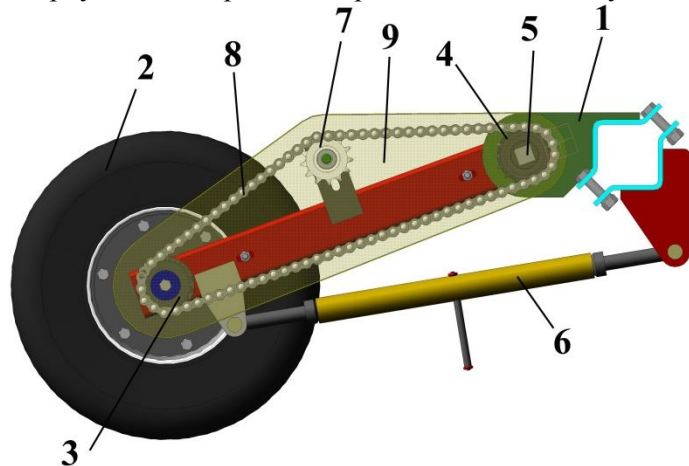

Рисунок 5 – Колёса опорно-приводные
3.8.1 Отрегулируйте глубину хода сошников. Для этого приподнимите машину навеской трактора и с помощью талрепа 6 (рисунок 5) опустите или поднимите опорно-приводные колёса.
Для регулировки шага посадки снимите защитное ограждение 9 с опорно-приводных колёс (см. рис.5). С помощью натяжника 7 ослабьте натяжение цепи 8. Открутите болт и снимите сменную звёздочку 3. Установите звёздочку с нужным числом зубьев и затяните болт крепления. Натяните с помощью натяжника 7 приводную цепь 8 и установите защитное ограждение 9 на место.